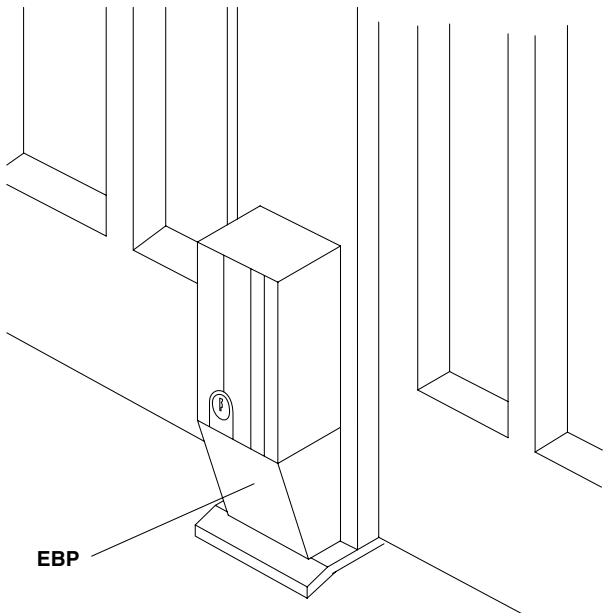

Fig. 18
- c) Ponha o operador em posição vertical e desparafuse "O" (fig. 18).